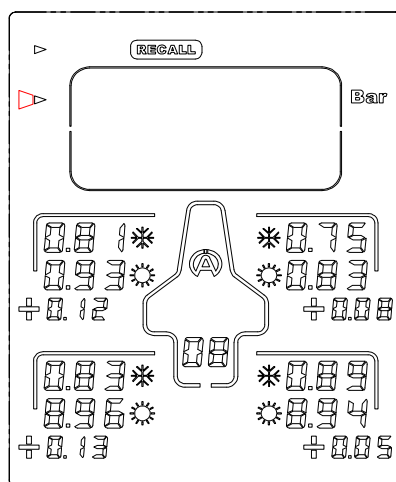

Figura 7
- 2) Com o botão ou , seleccione o "CADRAN" (figura 7)